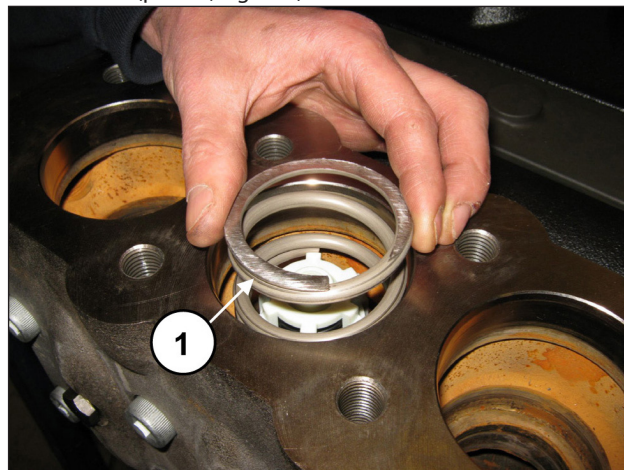

Fig. 103
Solte a mola (pos. ①, Fig. 103).